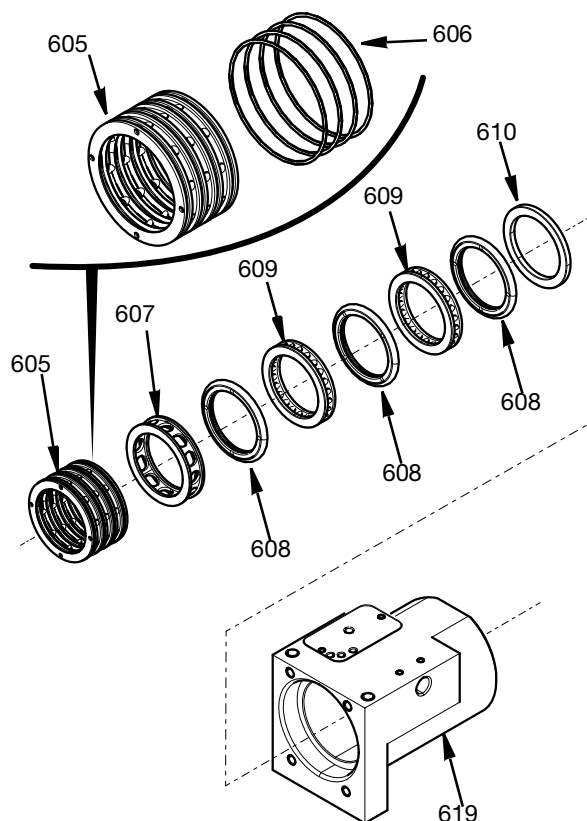

FIG. 22
2. Steek alle onderdelen voorzichtig recht in de wartelbehuizing zoals aangegeven in FIG. 22. O-ringen (606) moeten op de luchtverdelerring (605) worden gemonteerd voordat ze in de boring van de wartelbehuizing worden gestoken. Zorg ervoor dat alle afdichtingen en de boring van de wartelbehuizing vóór montage licht zijn gesmeerd. Zie FIG. 22.